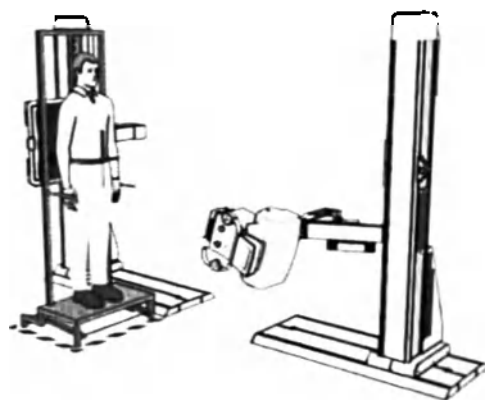

Рис.7.16. Регулирование угла наклона рентгеновского излучателя
- Угол наклона рентгеновского излучателя, путем вращения блока рентгеновского излучателя и размещением центрального луча немного выше бедра. Это будет самая высокая точка изображения (рис.7.16).